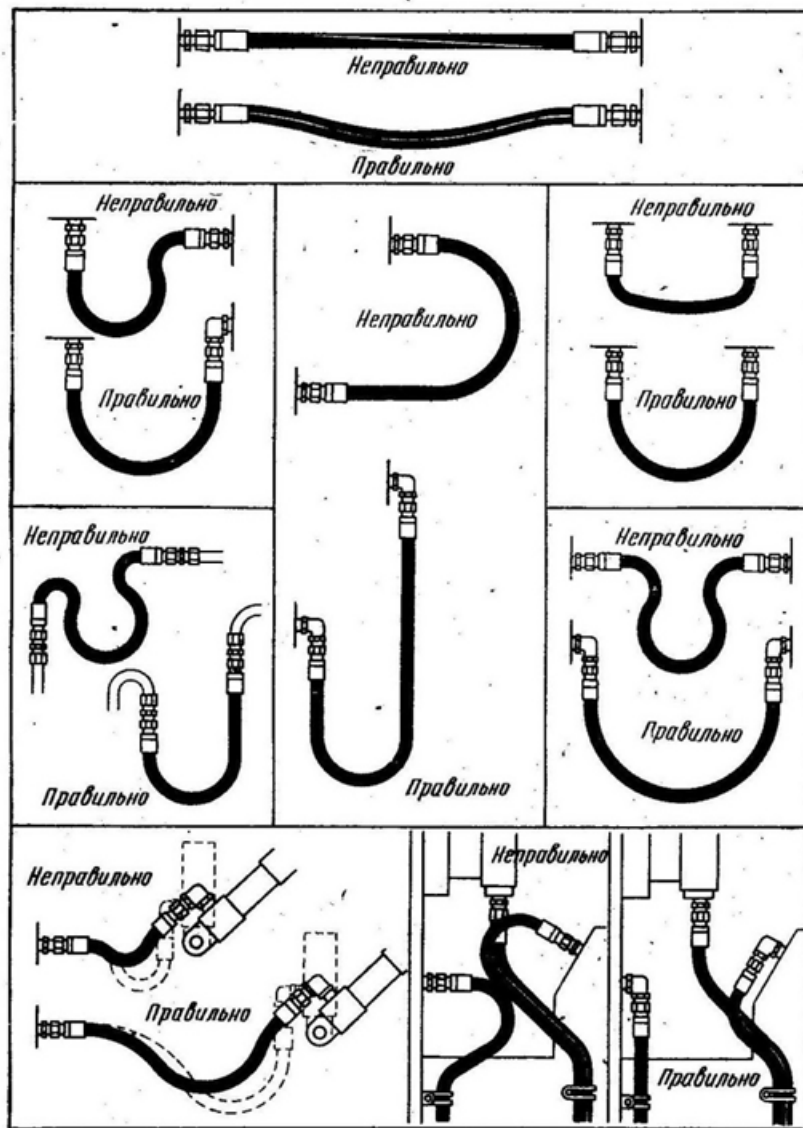

Рисунок 9 – Рекомендация по прокладке РВД
- работа при скрученных, поврежденных, сильно натянутых шлангах (минимальный радиус перегиба шлангов 120 мм) рисунок 9.